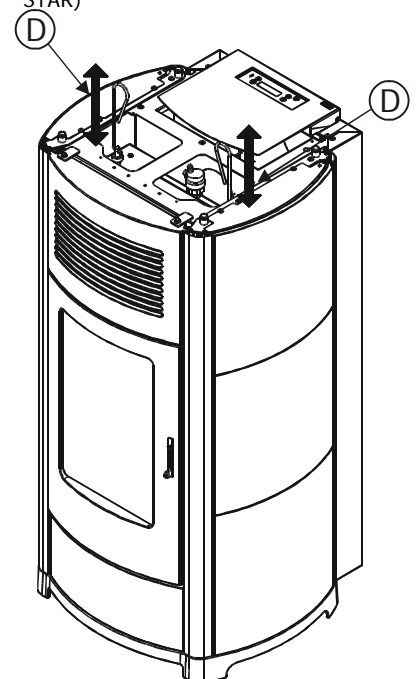

Abbildung 15A – Reinigung des inneren Rohrbündels mit einem Kratzer (ESUITE-CLUB-MUSA)
- **Heizöfen SUITE-CLUB-MUSA (Abbildung 15A)**